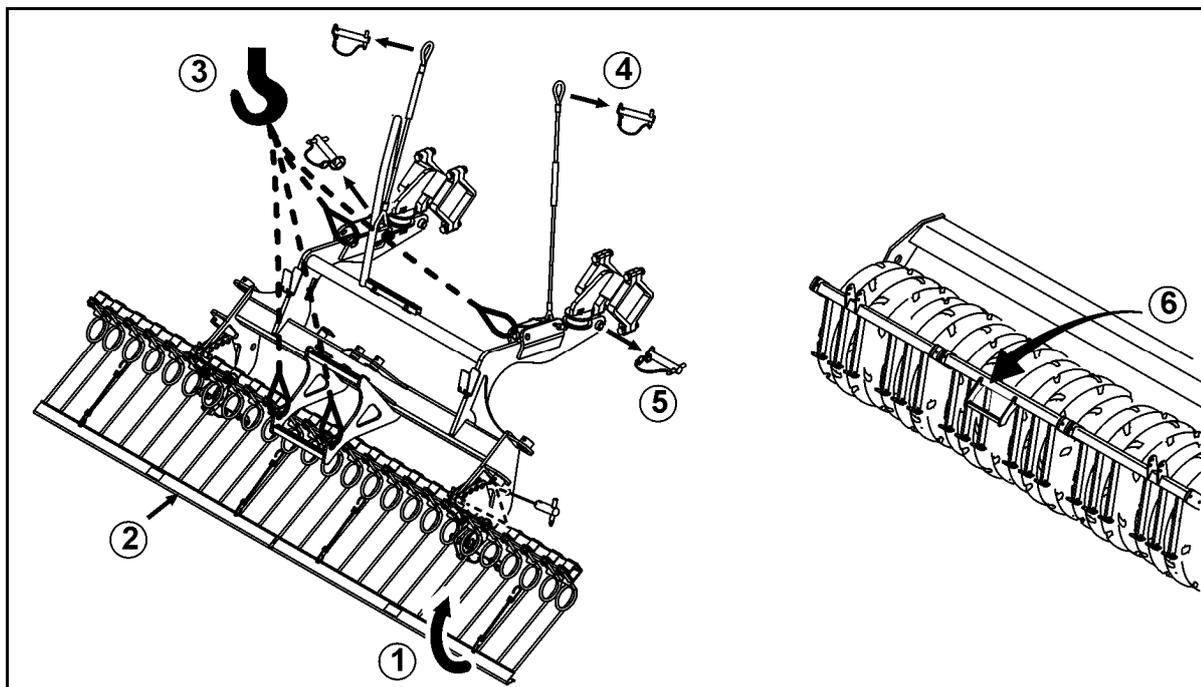

Fig. 34
1. soulevez les unités de recouvreur, fixez-les à l'aide d'une cheville dans l'alésage et bloquez-les avec une goupille d'arrêt (Fig. 34/1).
2. Montez les barres de sécurité routière (Fig. 34/2).
3. Accrochez le recouvreur arrière à une grue de levage à l'aide des quatre points de butée (Fig. 34/3).
4. Desserrez les câbles d'acier côté machine (Fig. 34/4).
5. Tirez les deux chevilles du recouvreur arrière (Fig. 34/5).